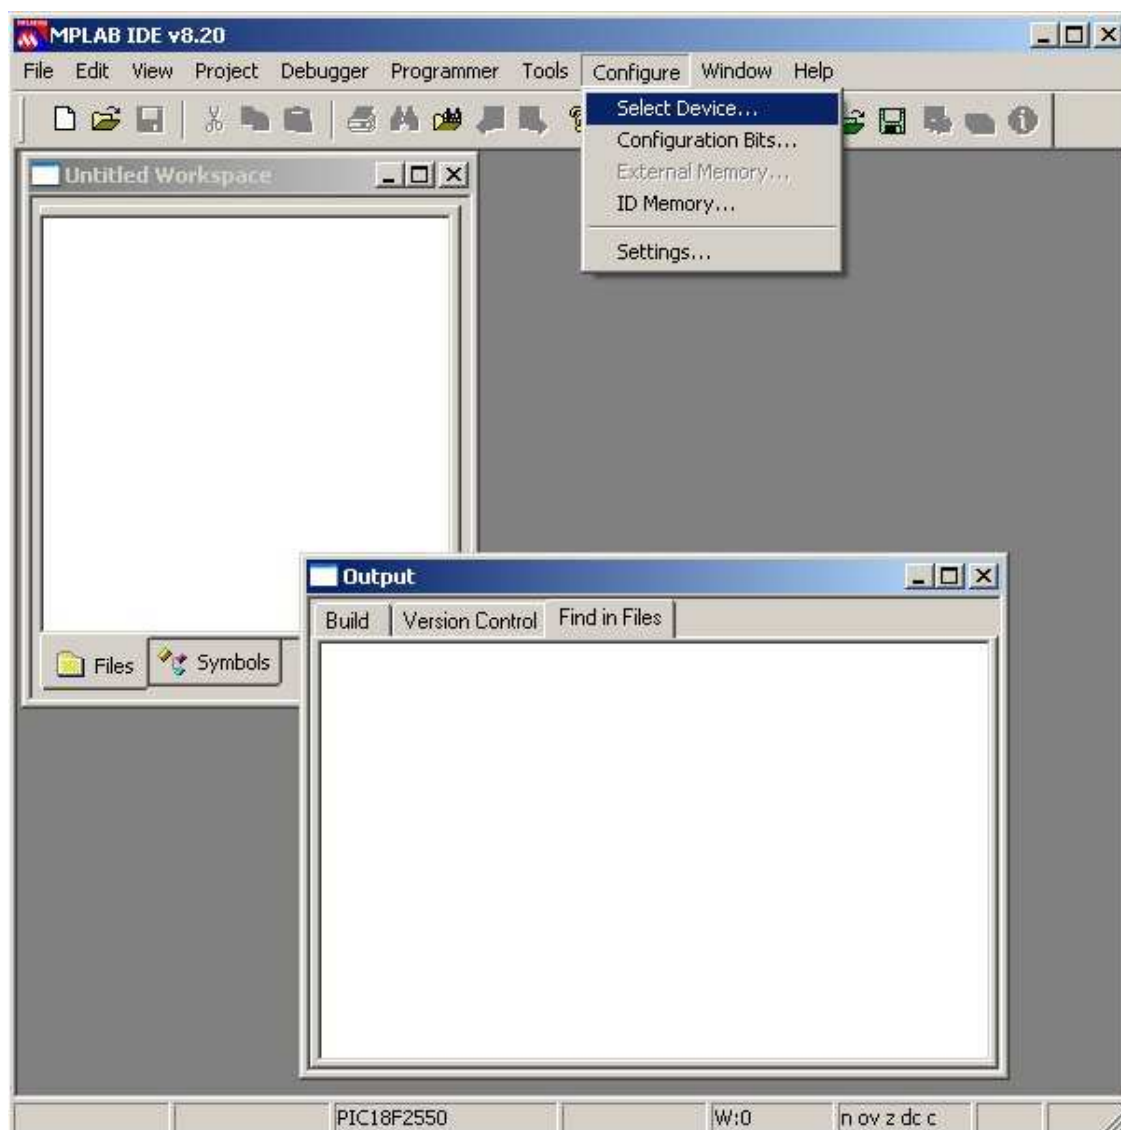

Рисунок 4.5
2. Войдите в меню **Configure** → **Select Device** (рис. 4.5)